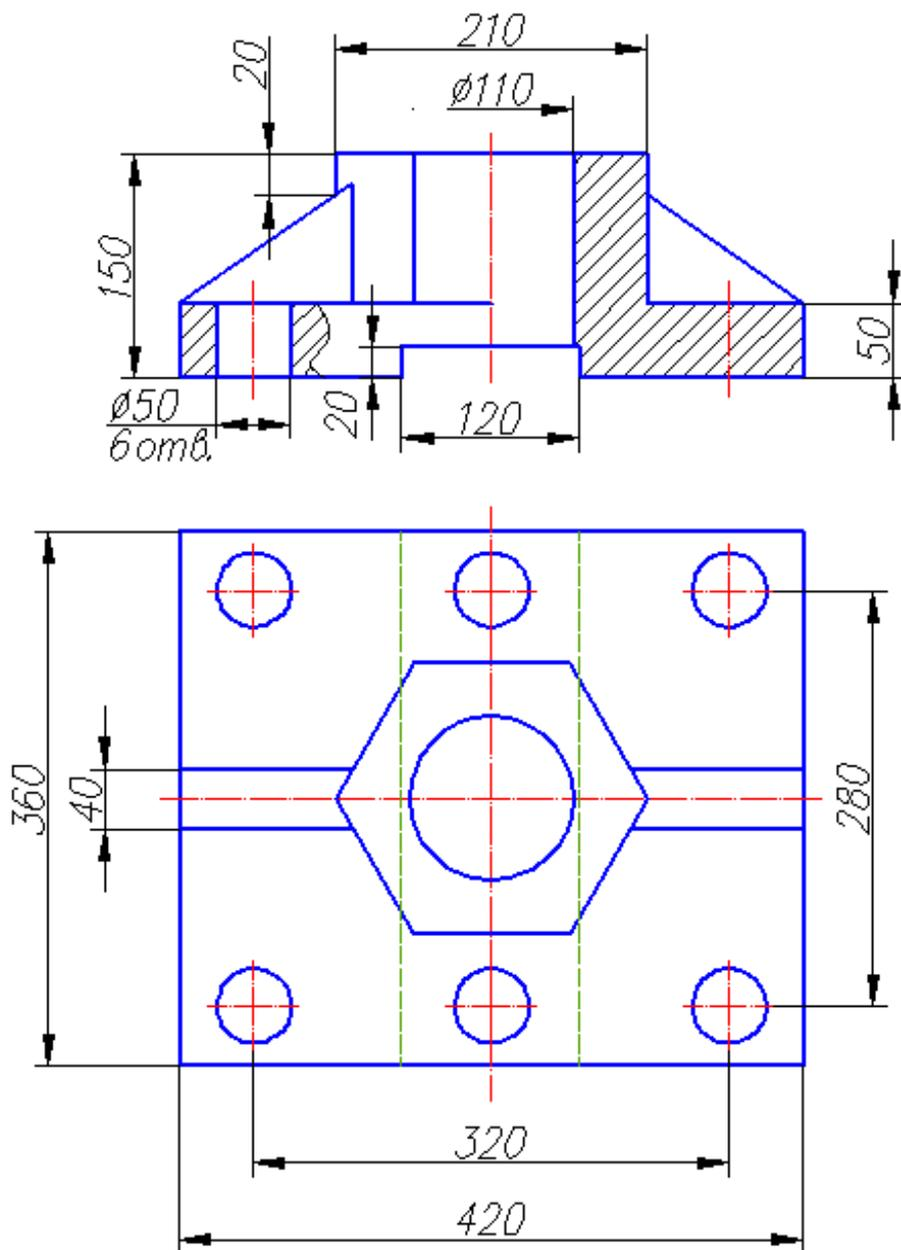

Рис. 68. Пример выполнения чертежа «Проекционное черчение»
3. Выполнить чертеж «Проекционное черчение» (см. рис. 68):
- щелчком ЛКМ указать точку 1 на виде сверху и еще одним щелчком ЛКМ указать примерное начало отрезка на главном виде. Далее вычертить главный вид и разрезы детали. Нанести размеры в соответствии с рис. 68.